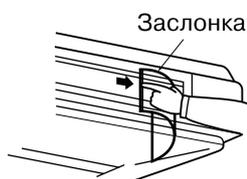

Рис. 14
- Скорость потока воздуха может быть изменена путем перемещения заслонки. (См. рис. 14)